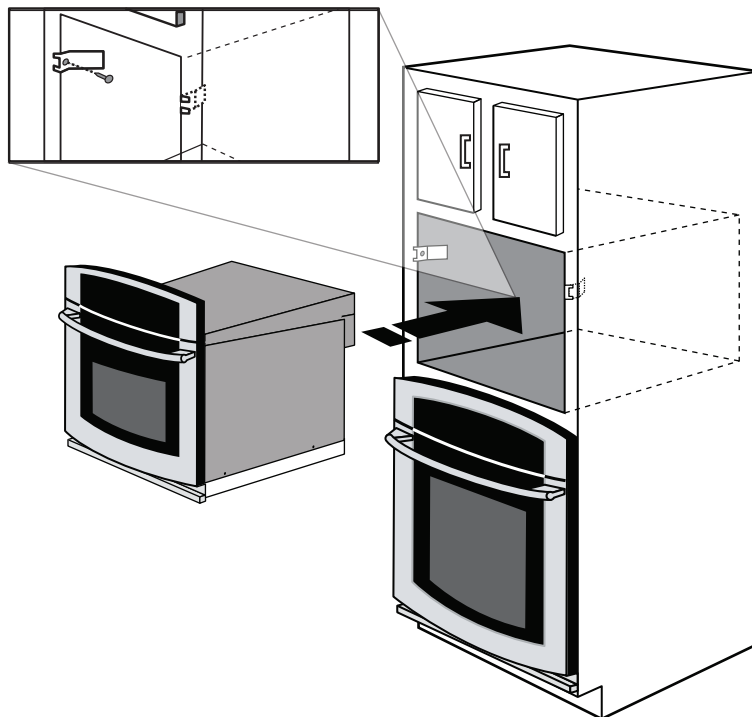

Figure 4
- Placer le four près de l'ouverture sur une table ou un support. Brancher le cordon d'alimentation dans la prise électrique. Guider avec précaution le four assemblé dans l'ouverture préparée. Éviter de pincer le cordon entre le four et le mur. Voir Figure 4. Pousser l'appareil dans et contre l'armoire. La bride latérale du four s'enclenchera dans les brides antibasculement. Voir Figure 3.